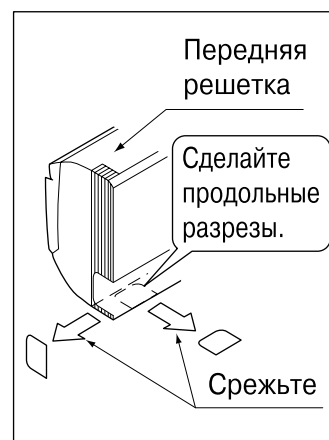

Рис. 4
- Если используются стеновые винты для установочной панели (2), прикрепите панель при помощи не менее 4 винтов с каждой стороны (всего 8 винтов (типа 20-32), 9 винтов (типа 40-63)) на рекомендуемую подкладку установки на прилагаемом бумажном шаблоне для монтажа(3).
(3) Если для трубопровода используется положение слева, снизу слева, справа или сверху справа, сделайте сквозное отверстие для трубопровода в передней решетке. (См. рис. 4)